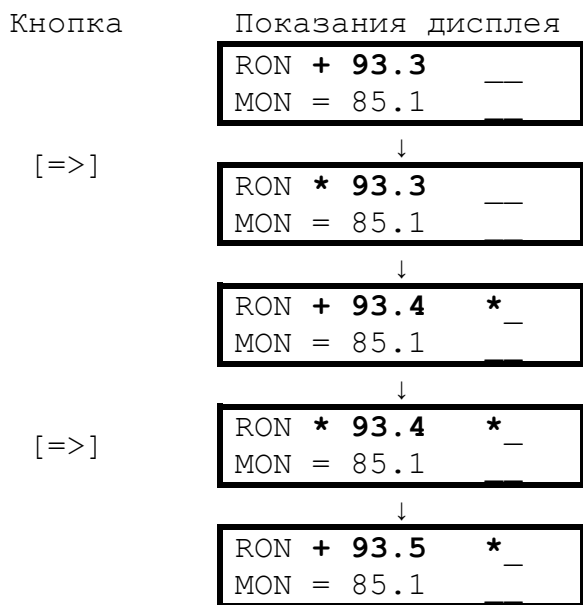

Рис. 6. Пример выполнения операции «+»
3.6.5. Довести значение корректируемого параметра до требуемой величины. Для этого необходимо производить нажатие кнопок [\leq] или [\geq]. При этом знак операции кратковременно заменяется знаком «*» (прибор обрабатывает поступившую информацию), а затем значение параметра изменяется. На рис.6 и 7 представлены примеры выполнения операций «+» и «<». Каждое нажатие кнопок [\leq] или [\geq] при использовании операций «+» и «<» производит изменение параметра на 0.1 ед. октанового (цетанового) числа. При использовании операций «<» и «>» изменение на 0.1 ед. октанового (цетанового) числа происходит не всегда, поэтому следует произвести при необходимости несколько нажатий.